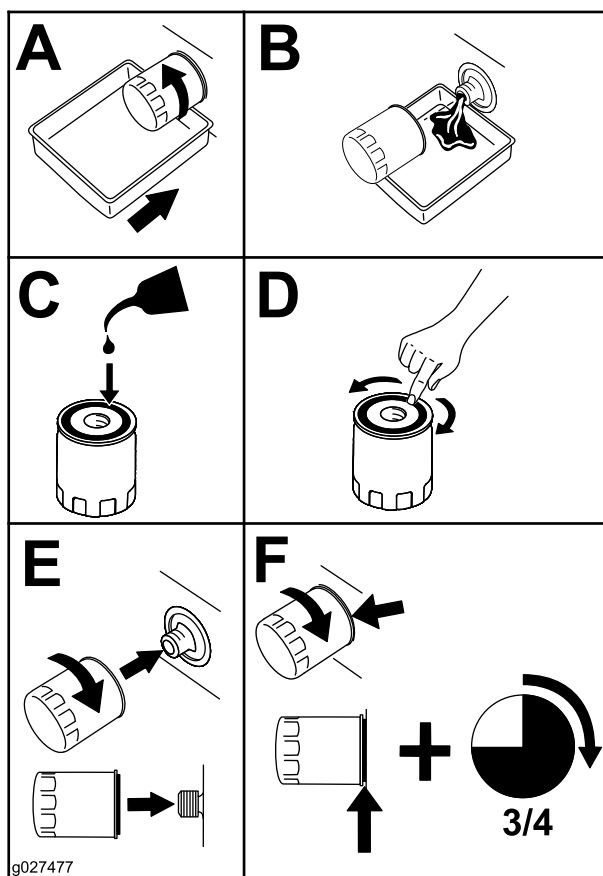

Figure 44
6. Remplacez le filtre à huile moteur comme montré à la Figure 44.